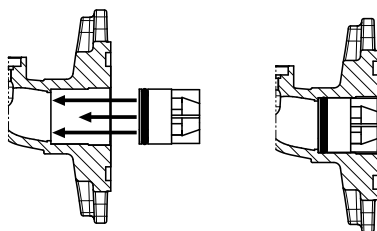

Fig. 1 Verifique la instalación de la válvula
- Introduzca la válvula de retención sólo si es necesario; vea la fig. 1.